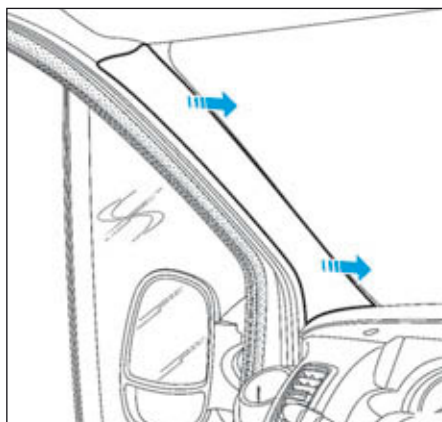

FIG.60
- Déclipper la garniture de montant de pare-brise (Fig.60).